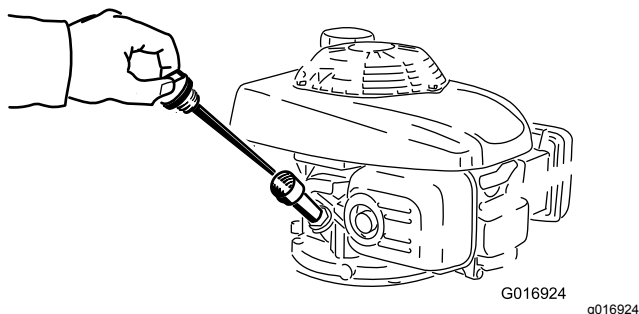

Рисунок 12
2. Очистите область вокруг масломерного щупа (Рисунок 12).